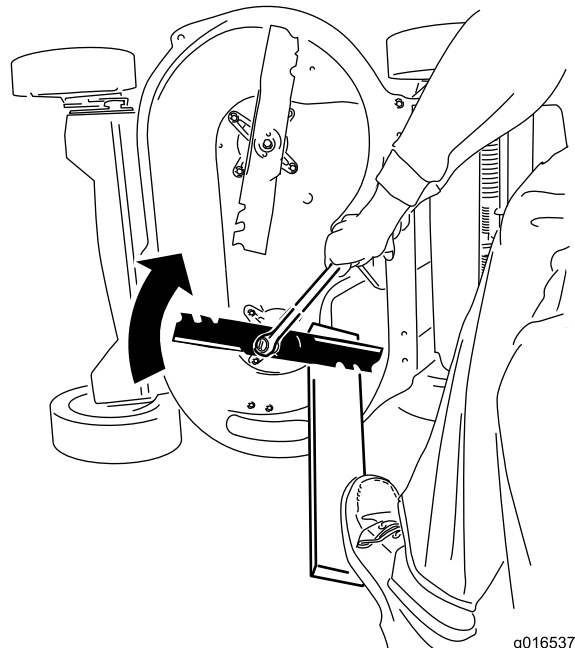

Bild 40
2. Halten Sie jedes Messer mit einem Brett fest und drehen Sie die Messerschraube mit einem Drehmomentschlüssel nach rechts, wie in Bild 40 abgebildet. Ziehen Sie jede Messerschraube mit 81 N·m an.